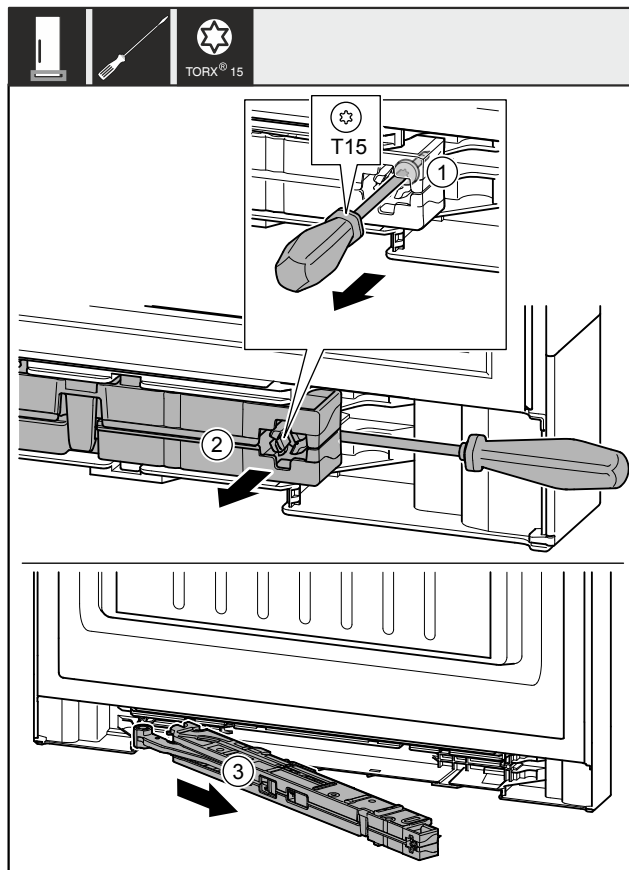

Fig. 12
- Vijak Fig. 12 (1) na jedinici prigušivača zatvaranja otpustite odvijačem cca. 14 mm.
- Jedinicu prigušivača zatvaranja Fig. 12 (2) podignite odvijačem prema gore na strani ručke.
- Izvucite jedinicu prigušivača zatvaranja Fig. 12 (3).